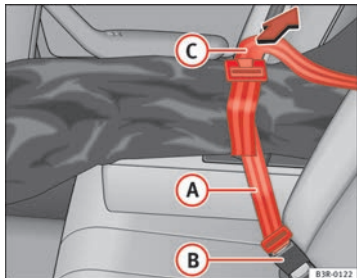

Abb. 129 Sicherung der Durchladeeinrichtung am Gurtschloss
- Den Sicherungsgurt **A** ⇒ Abb. 129 des Sackes in das mittlere Gurtschloss **B** stecken.